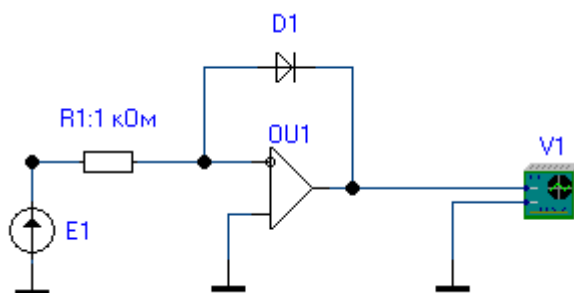
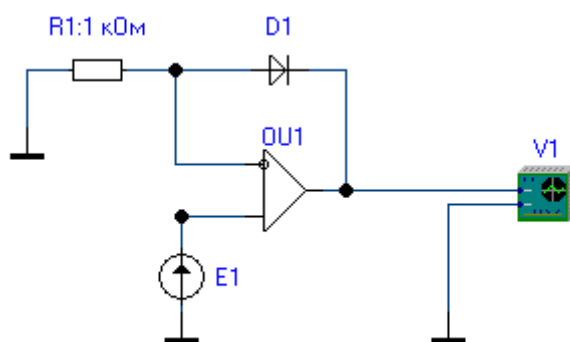

Рисунок 7.3
Рисунок 7.4
7.3 Проанализировать диаграммы выходных напряжений при подаче синусоидальных сигналов амплитудой 5 В на входы каскадов, изображенных на рис. 7.3 и рис. 7.4. Повторить эксперимент, изменив полярность включения диода.